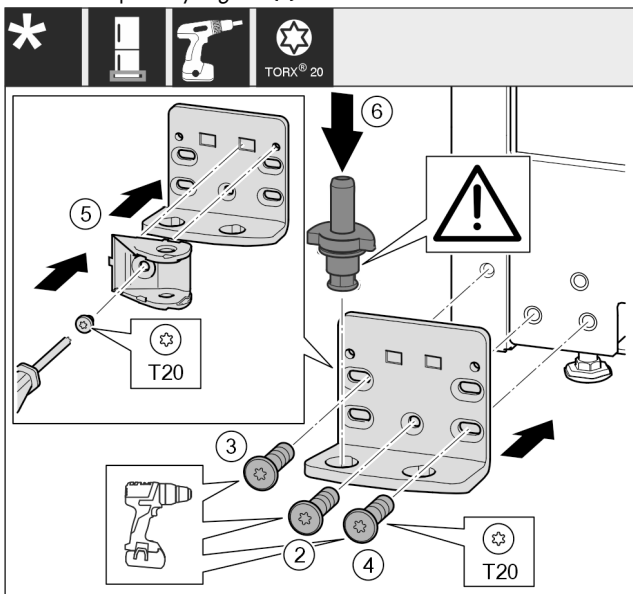

Fig. 32
- ▶ Установите опорный кронштейн с другой стороны и прикрутите с помощью отвертки. Начинать с винта Fig. 32 (2) снизу в центре.
- ▶ Затяните винт Fig. 32 (3) и винт Fig. 32 (4).
- ▶ Поверните соединительный элемент амортизатора закрывания дверей Fig. 32 (5) на 180°. Прикрутите с другой стороны опорного кронштейна с помощью отвертки.
- ▶ Снова установите опорный палец Fig. 32 (6) в сборе. При этом проследите за тем, чтобы выступ фиксатора был направлен назад.